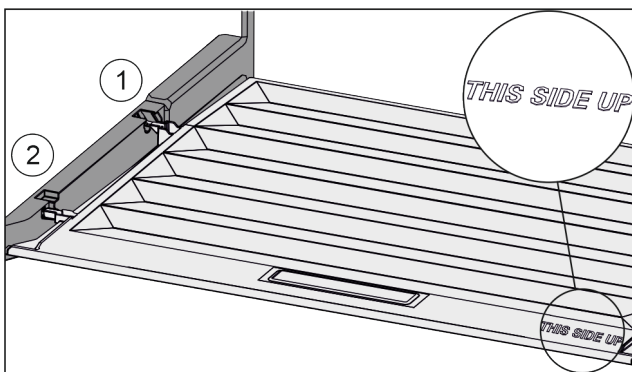

Fig. 84
- ▶ Introduceți nervura capacului prin orificiul suportului posterior Fig. 84 (1) și înclinați-l în față în suport Fig. 84 (2).